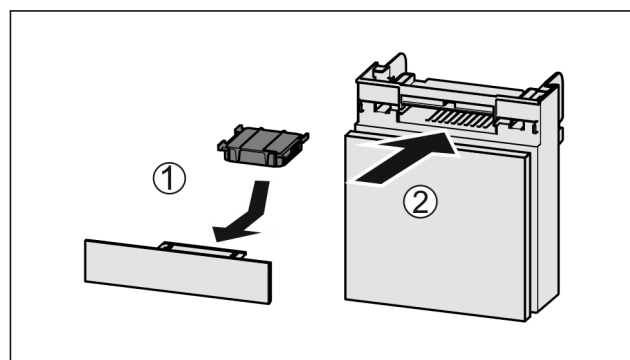

Fig. 200
- Wkładać Fig. 200 (1) filtr z węglem aktywnym zgodnie z ilustracją.
- Wsunąć komorę Fig. 200 (2).